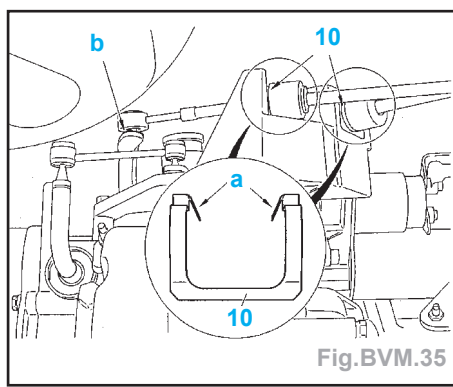

Fig.BVM.35
- Pour déverrouiller les rotules, faire levier en «b» à l'aide d'un tournevis plat (Fig.BVM.35).